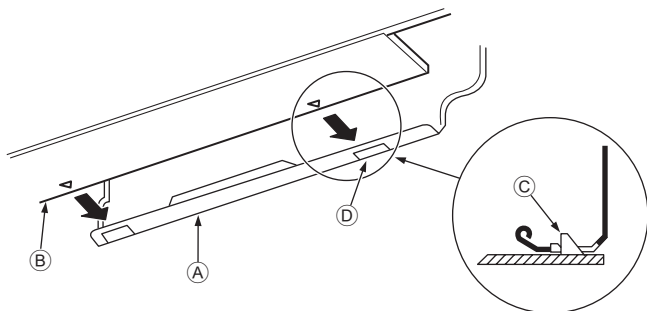

Fig. 3-16
3. Al introducir las tuberías de refrigerante y la manguera de drenaje en el orificio de penetración en la pared (manguito de penetración), cuelgue la parte superior de la unidad interior en la placa de montaje ①.
5. Fije la unidad en la placa de montaje ① empujando la parte inferior de la unidad. (Fig. 3-16)
- \* Asegúrese de que los tiradores de la parte inferior de la unidad interior estén bien enganchados en la placa de montaje ①.
- ① Placa de montaje
- ② Unidad interior
- ③ Gancho
- ④ Orificio cuadrado